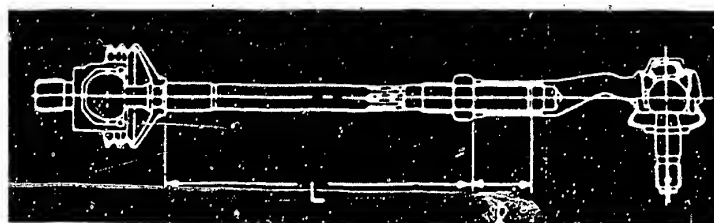

Bild 45 Grundeinstellung der Spurstangen auf die Länge $L = 176\text{mm}$. Das Mass l muss mindestens 25mm betragen.
a) **Vorderäder:** Die **Vorspur** lässt sich durch Verdrehen der Spurstangen korrigieren. Die Spurstangen beider Seiten müssen dieselbe Länge aufweisen (Bild 45).